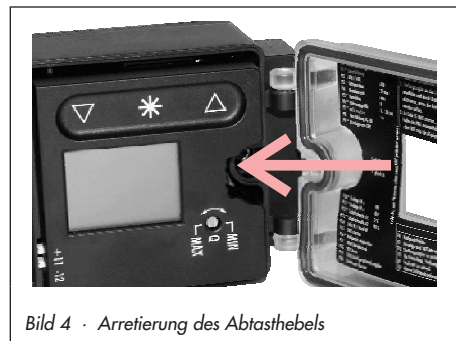

Bild 4 · Arretierung des Abtasthebels
4. **Hub 15 mm:** Am Hebel **M** (1) auf der Stellungsreglerrückseite verbleibt der Abtaststift (2) auf Stiftposition **35** (Lieferzustand).
**Hub 7,5 mm:** Den Abtaststift (2) aus Stiftposition **35** lösen und in die Bohrung für Stiftposition **25** umsetzen und verschrauben.
5. Formdichtung (15) in die Nut des Stellungsreglergehäuses einlegen.
6. Stellungsregler am Antrieb so aufsetzen, dass der Abtaststift (2) auf der Oberseite des Mitnehmers (3) aufliegt. Dabei am Stellungsregler, wie im Bild 4 gezeigt, auf die seitlich liegende geriffelte Fläche drücken, um über die dahinter liegende Welle den Abtasthebel in der obersten Stellung zu arretieren.